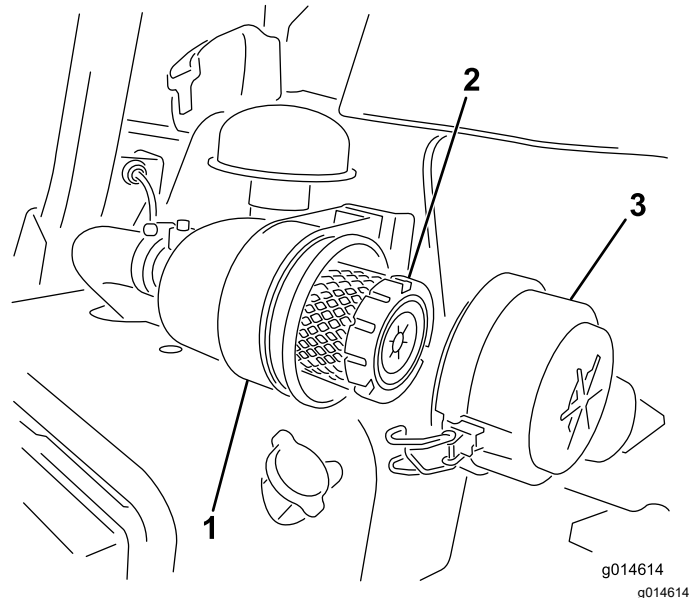

Figura 31
1. Liberte os trincos que fixam a cobertura do filtro de ar ao respetivo corpo (Figura 31).
7. Prenda os trincos (Figura 31).